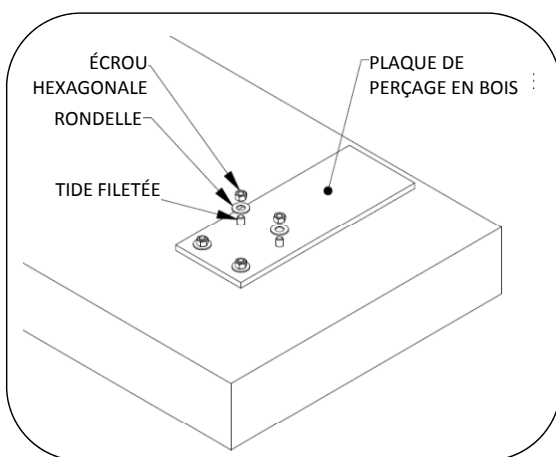

Fig. 5 – Poser les ancrages.
7. Placer les tiges d'ancrage en utilisant le gabarit de perçage, voir la Fig. 5. Laisser sécher l'adhésif.